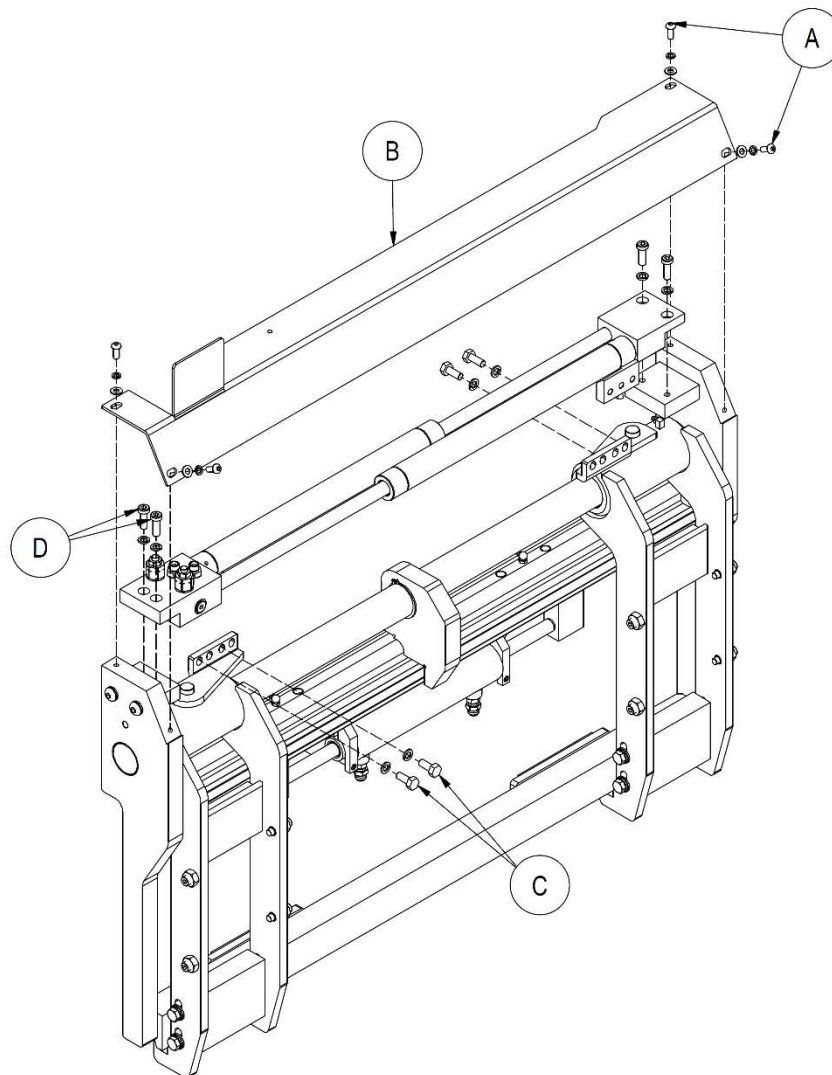

Figura 28
2. Rimuovere le viti **A** e la lamiera **B** (vedi *Figura 28*).
3. Rimuovere le viti **C** (vedi *Figura 28*).
4. Rimuovere le viti **D** ed estrarre i cilindri con la valvola. Essi sono fissati ad incastro con guarnizioni (vedi *Figura 28*).